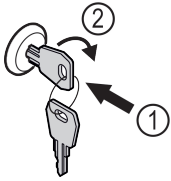

Fig. 140
- ▶ Dugja be a kulcsot Fig. 140 (1).
- ▶ Forgassa el a kulcsot 90°-kal az óramutató járásával meggegyező irányba Fig. 140 (2).